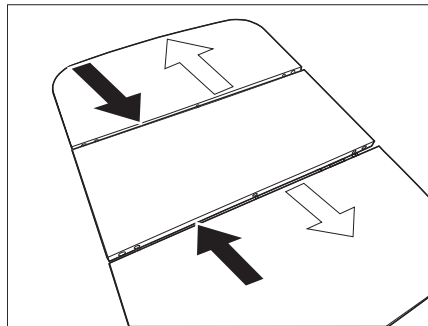

Fig. 102 Bajar la mesa
- Desplazar las piezas exteriores de la mesa hacia la pieza central (Fig. 102 - flechas negras).
- Separar las piezas exteriores de la mesa (Fig. 102 - flechas blancas).